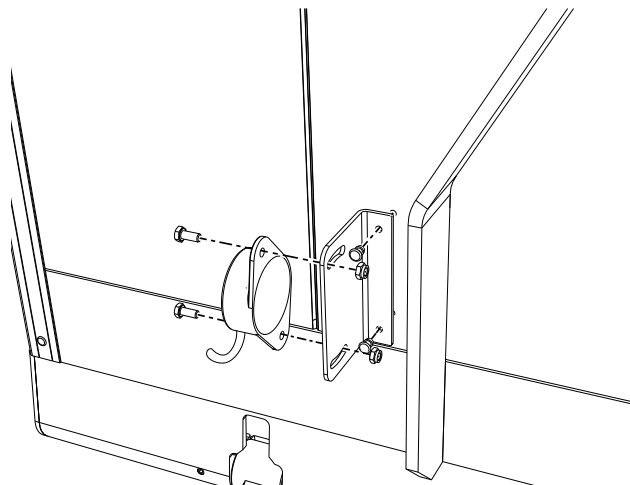

Bild 16. Montering av fäste och vinkelgivare
Om lyften är utrustad med radiomanöverdon, måste tillhörande vinkelgivare monteras på bryggan, se Bild 16. Använd fäste, art. nr. 53937TL (Beställs separat).
13. Montera fästet (Art. nr. 53937TL) med hjälp av de två medföljande popnitarna, se Bild 16.